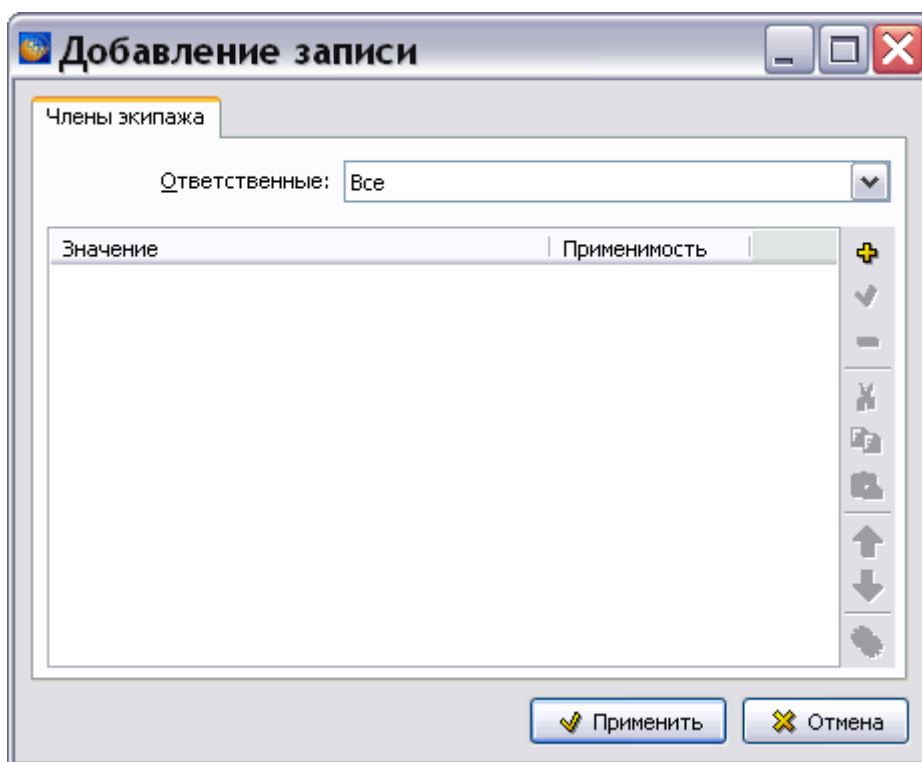

Рис. 13.10
7. Для добавления данных в окне **Члены экипажа** нажмите на кнопку **Добавить** . После этого появится окно **Добавление записи** (Рис. 13.10).